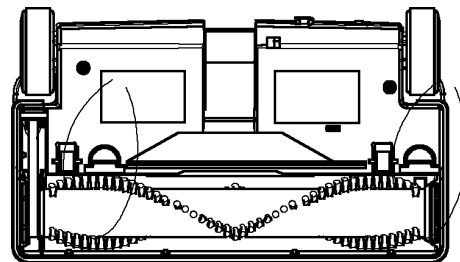

Figura 8
2. Inserte una cuerda alrededor del cepillo cerca de la correa dentada. Tire de ambos extremos de la cuerda hacia arriba de manera que el cepillo se desenganche de la base (como se ilustra en la Figura 8). Desenganche el otro extremo de la misma manera.